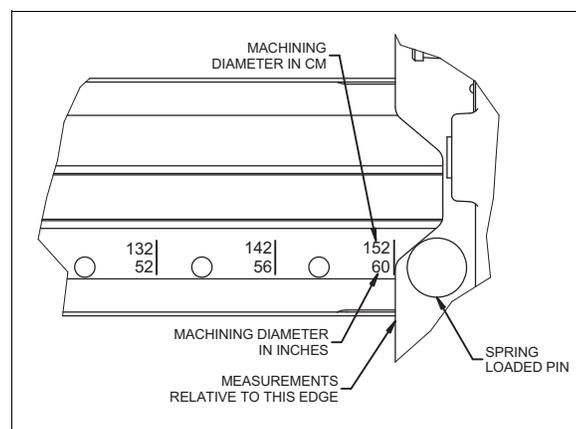

FIGURA 3-27. DETALLE DEL BRAZO DE MECANIZADO
4. Ajuste el nivel de la máquina mediante dos tornillos de ajuste M16 en cada cuadrante de la placa de montaje (Figura 3-27).